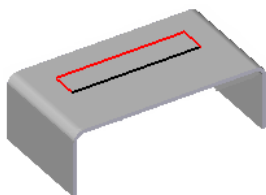

图 6.2.7 定义深度方向
Step4. 定义百叶窗深度及方向。在“百叶窗”命令条中单击“深度设置”按钮, 在距离: 文本框中输入值 20, 并按 Enter 键; 定义深度方向如图 6.2.7 所示, 单击鼠标左键, 此时“百叶窗”命令条(三)如图 6.2.8 所示。